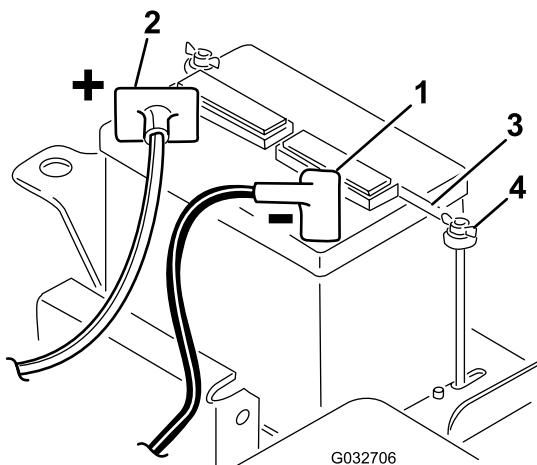

Рисунок 5
- Подключите положительный кабель (красный), идущий от реле стартера, к положительному штырю аккумуляторной батареи (Рисунок 5). Закрепите его каретным болтом с гайкой.
- Установите зажим аккумуляторной батареи и шайбы, закрепите их барашковыми гайками (Рисунок 5).